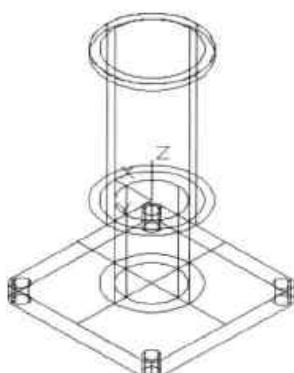

图13-59 绘制圆柱体
**Step12** 执行“圆柱体”命令，将圆柱底面圆心坐标设为  $(0, 0, 70)$ ，然后绘制直径 48mm、高 3mm 的圆柱体，如图 13-59 所示。